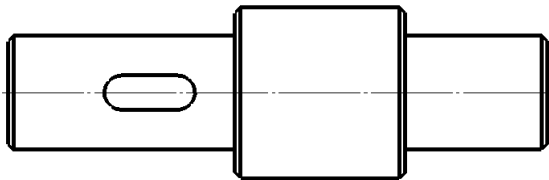

图 8-82 生成中心线
- [2] 为插入中心线选择“旋转 1”阶梯轴生成中心线，如图 8-82 所示。